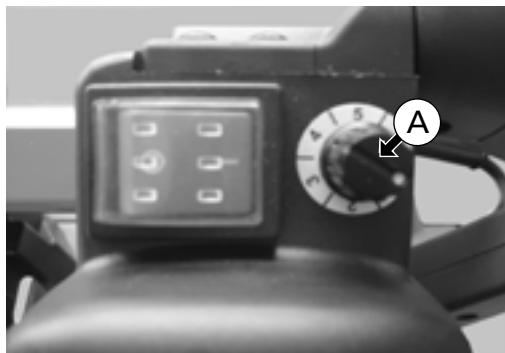

Fig. 13
Para cambiar la velocidad de la hoja de corte gire el mando (A) hasta la velocidad que necesite (entre "1" y "6" de menor a mayor velocidad) - (Fig. 13, 14).
Elementos de Fig. 13 - 14